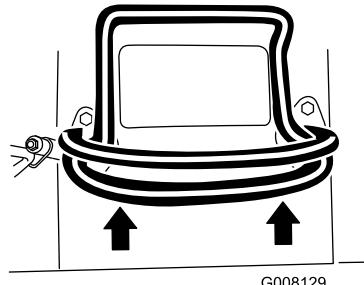
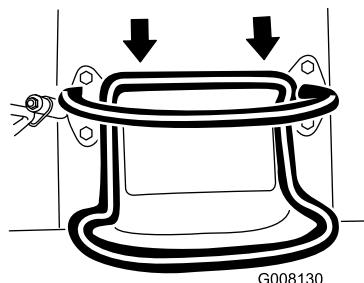

Figure 7
Figure 8
- Pour vous déplacer en marche arrière, tirez la commande de déplacement en arrière (Figure 8). **Regardez derrière vous lorsque vous faites marche arrière et gardez toujours les mains sur la barre de référence (Figure 7).**
- Pour vous déplacer en marche avant, poussez la commande de déplacement en avant (Figure 7).